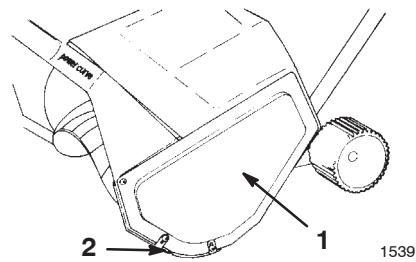

Bild 13
Hinweis: Wenn Sie die Rotorblätterwelle nicht durch Festhalten der Rotorblätter entfernen können, nehmen Sie die linke Abdeckung und die Kufe ab (Bild 13).
- Entfernen Sie die drei Schrauben, mit denen die linke Seitenplatte am Schneefräserahmen befestigt ist (Bild 13).
- Entfernen Sie die Schrauben, mit denen die linke Seitenplatte und die Kufe am Schneefräserahmen (Bild 13) befestigt sind.